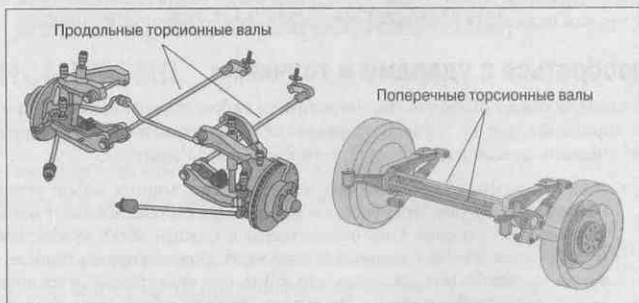

Рис. 16.9. Торсионные валы обеспечивают устойчивость автомобиля
- ✓ **Торсионный вал.** Этот тип рессор широко используется в спортивных и грузовых машинах. Обычно они расположены параллельно раме и крепятся к управляющим рычагам с одного конца, а с другого — к поперечному элементу конструкции (рис. 16.9). Торсионный вал не требует смазки. Их можно регулировать; если ваш автомобиль поднят слишком высоко или слишком опущен, высоту можно отрегулировать, подкрутив регулирующий болт.